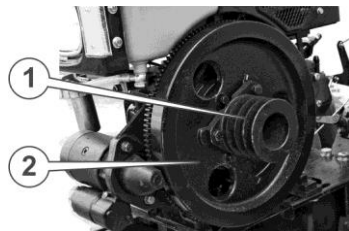

Рисунок 19. – Приводна шестерня
16. Встановити ведучий шків (1) (див. рис. 19.) на інсталяційні припливи на маховику (2), закріпити трьома болтами М10, надійно затиснути болти.
17. Надягти клинові ремні (2) (див. рис. 19.) на ведений шків (1) та ведучий шків (3), посунути двигун разом із балками вперед до того моменту, коли ремні злегка натягнуться.